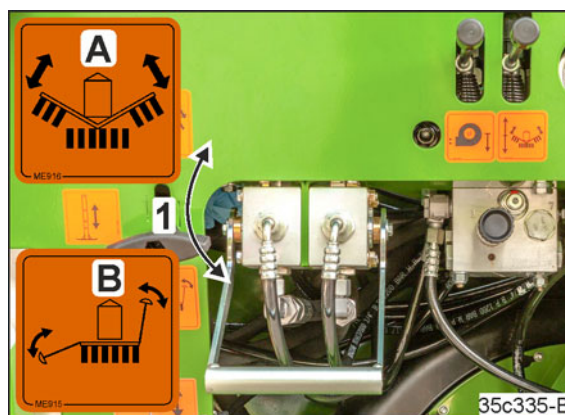

Fig. 228
8. Plasați pârghia supapei (Fig. 228/1) în poziția „B” și lăsați-o în poziția „B” în timpul lucrului.